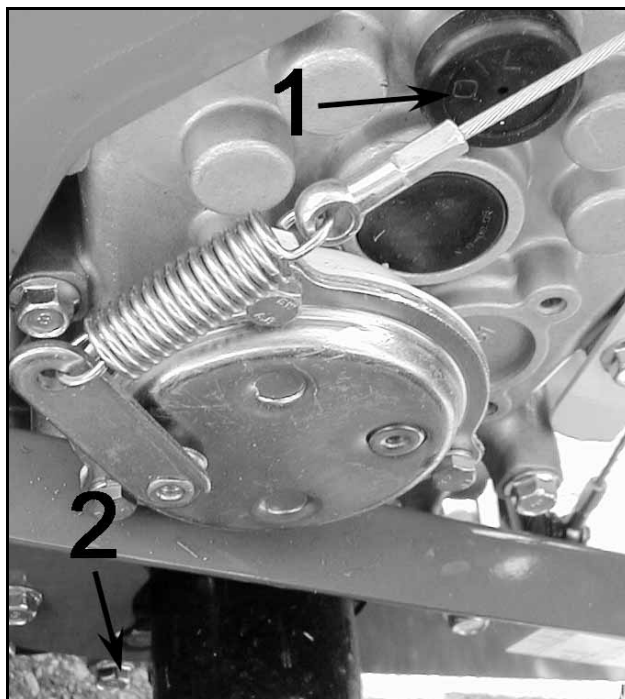

Figura 9
Livello olio trasmissione (Figura 9):
- Controllare il livello togliendo il tappo in gomma (1, Figura 9): l'olio deve essere visibile dal bocchettone.